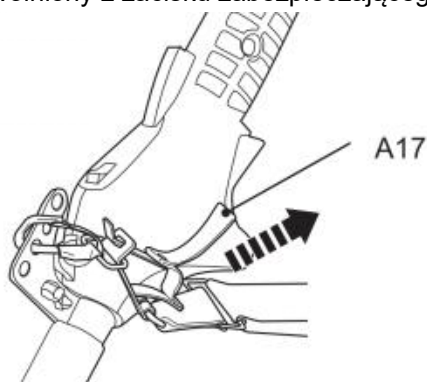

Fig. 34
5. W sytuacji awaryjnej lewą ręką chwyć przedni uchwyt (A27), a prawą ręką pociągnij linę (A17) (Rys. 34). Metalowy drążek blokujący zostanie automatycznie zwolniony z zacisku zabezpieczającego ze względu na ciężar produktu.